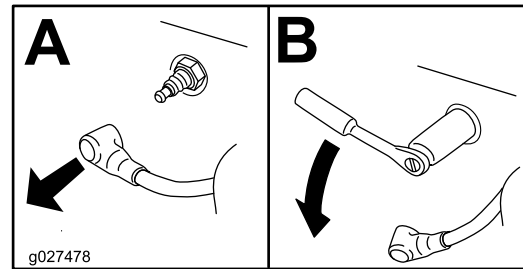

Figura 52
- Retire a vela de ignição (Figura 52).